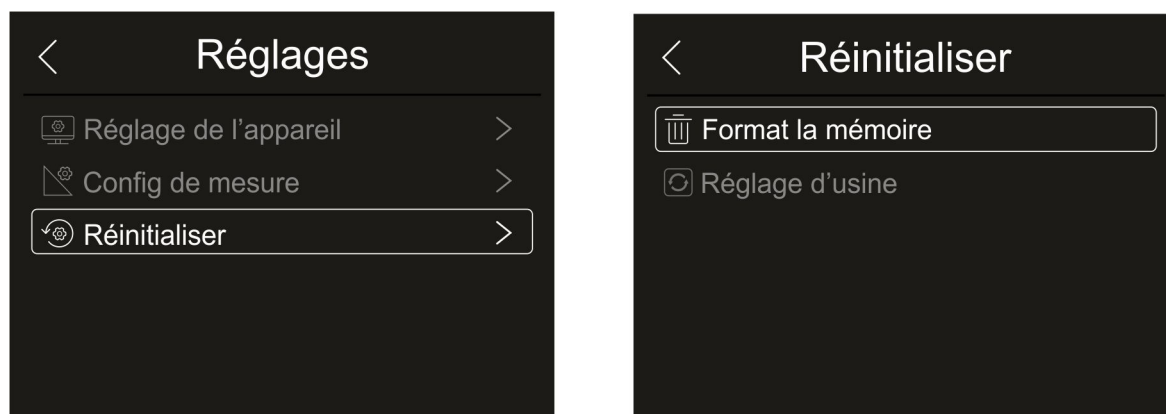

Fig. 30: Menu de réinitialisation de l'instrument
1. Appuyez sur l'élément «Réinitialiser». La page-écran de la Fig. 30 – partie droite s'affiche à l'écran. Appuyez sur l'élément «Format la mémoire». La page-écran de confirmation suivante s'affiche :